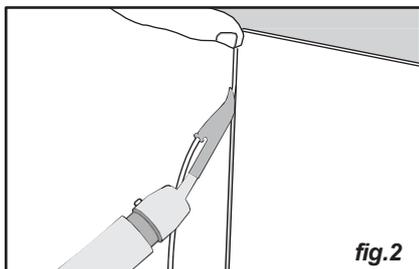

fig.2
- Colocar a junta de cima para baixo, mantendo a pressão sobre o ponto de partida com um dedo (fig.2).
- Utilizar uma pistola de junção de silicone para colocar uma tira de silicone ao longo do comprimento da junta (fig.2).